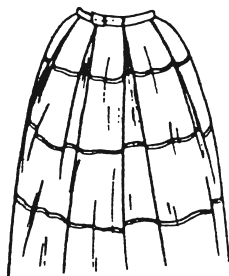
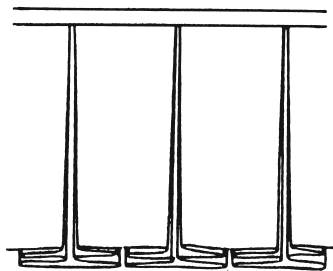

Рис. 319
Рис. 320
При закреплении складок вокруг талии на такой юбке (рис. 319) может возникнуть проблема, решение которой не всегда приемлемо с эстетической точки зрения. Складки, уложенные по талии, обязательно разойдутся на бедрах, и эффект может оказаться удручающим. Заглаженные складки еще больше разойдутся на бедрах, подчеркивая округлости.
2. Рассмотрите вашу модель и определите, простые ли на ней складки, как на рис. 319, или двойные, как на рис. 320.
- Складывайте постепенно эту ленту, образуя двойные встречные складки, как показано на рис. 320. Будьте внимательны: они должны везде примыкать край к краю. Закладывайте их так, как будто они должны быть заутюжены.
Достаточно внимательно рассмотреть направление долевой нити. Везде ли она вертикальна? Направление утка, возможно, легче определить по наличию горизонтальных полос, как на рис. 319.
На рис. 320 края складок не смыкаются лишь для большей ясности чертежа.